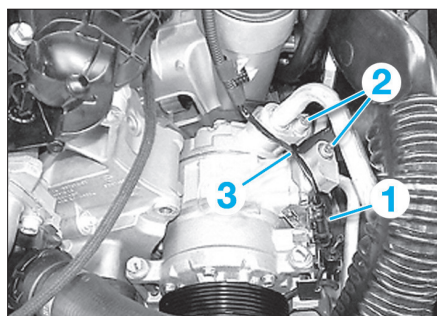

Fig. 4
- Débrancher le connecteur (1) (Fig.4).
- Veiller au cheminement correct des câbles (3) (Fig.4).